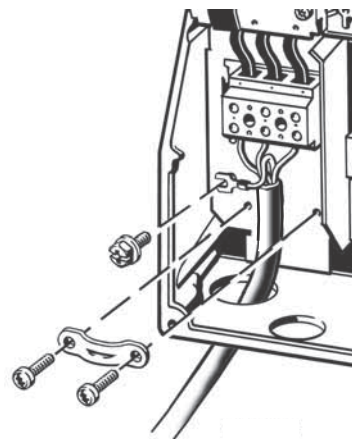

Рис. 5 Подключение питания, В1 и В2
1. Подключите заземляющий провод к клемме 95 (PE). См. рис. 5.